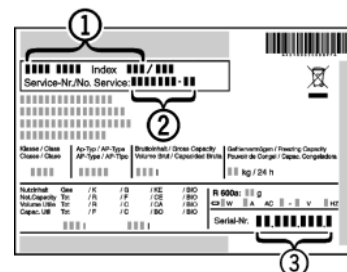

Fig. 39
▶ Označení přístroje *Fig. 39 (1)*, servisní číslo *Fig. 39 (2)* a sériové číslo *Fig. 39 (3)* naleznete na typovém štítku. Identifikační typový štítek je umístěn na levé vnitřní stěně přístroje.